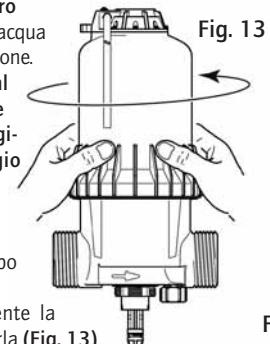

Fig. 13
- Svitare manualmente la campana e rimuoverla (Fig. 13).